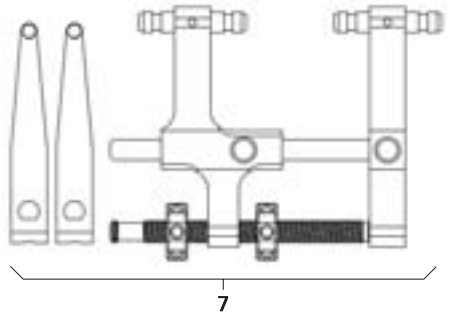

Abb. 7
- Distraktor **7** mit Distraktionsblättern montieren, siehe Abb. 7.